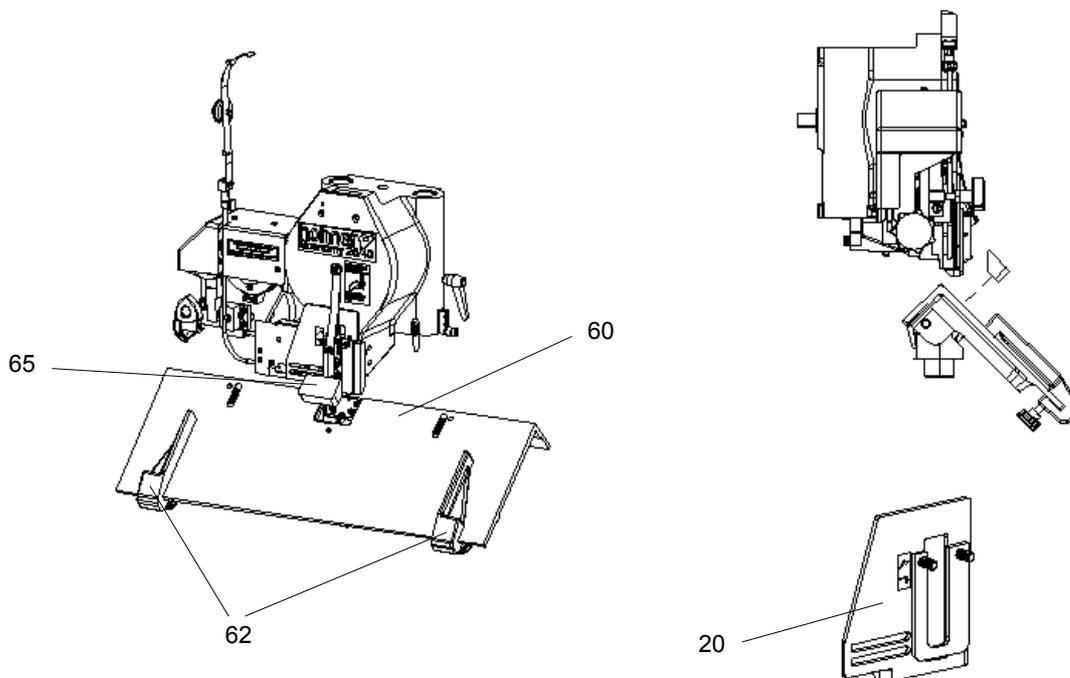

Fig. 4.11
- Fig. 4.11 -
- Monter le système en position "**Piquage à cheval**" en respectant les marquages (voir - Fig. 4.11 -).